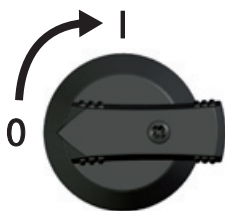

Fig. 11: Impostare l'interruttore sezionatore CC sulla posizione I
- Impostare l'interruttore sezionatore CC sulla posizione I (Fig. 11). Dopo che il dispositivo interno ENS ha eseguito una verifica (durata: ca. 2 minuti), sul display può essere visualizzata la potenza immessa (l'irraggiamento solare permettendo).